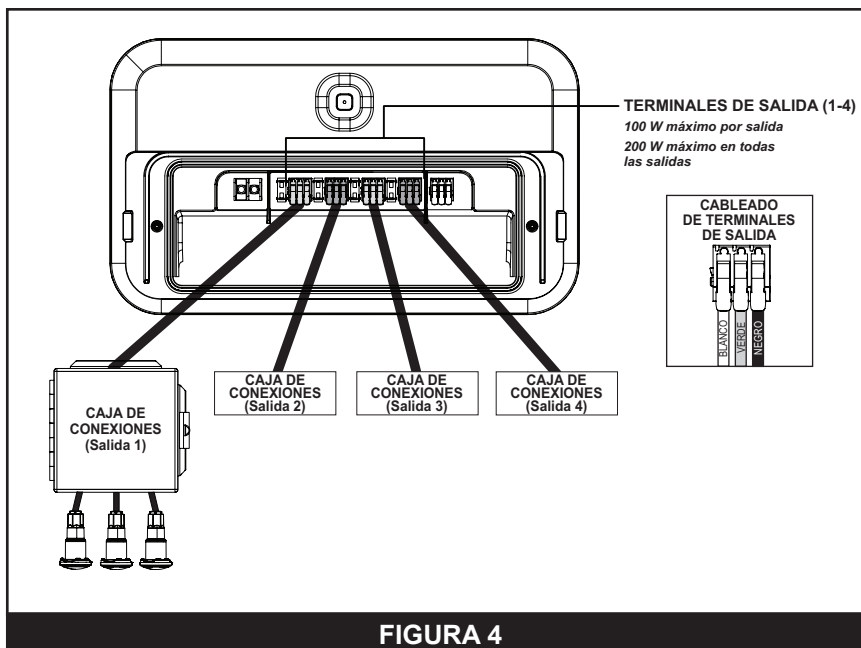

FIGURA 4
CABLEADO DE LA SALIDA 1 AL CONTROLADOR (FIGURA 4):
7. Siguiendo el esquema de cableado que se muestra en la **FIGURA 4**, inserte cada cable en el terminal de salida 1 y baje las palancas naranjas para fijar los cables en su lugar.